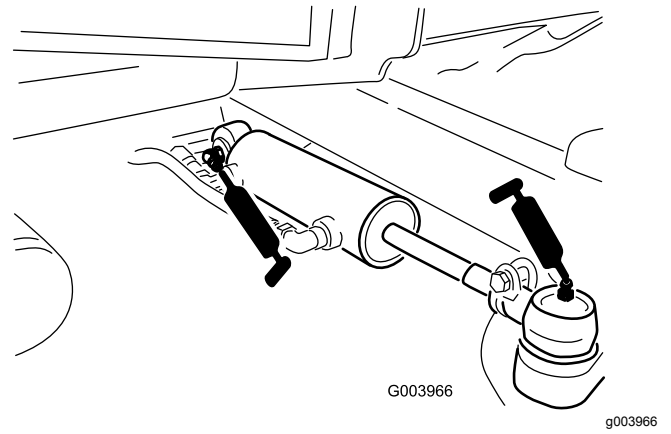

Figura 44
- Rótulas del cilindro de dirección (2) (Figura 44)